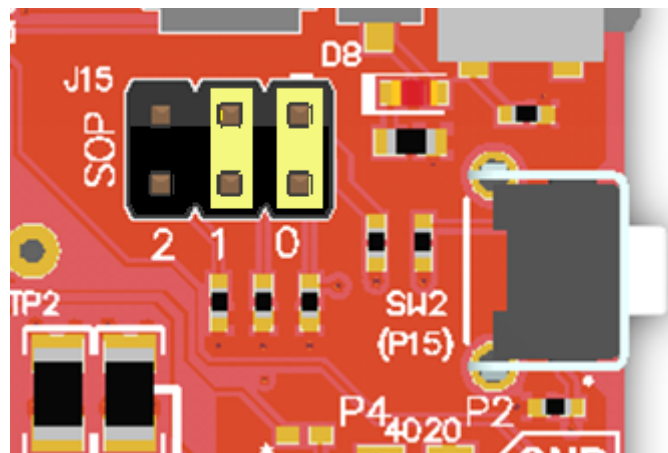

图 29. SOP 跳线配置
1. 将 SOP 设置为 011 (SOP2 = 0, SOP1 = 1, SOP0 = 1)，并执行上电复位 (POR)。只需按下 SW1 复位开关即可完成器件复位。关于 SOP 跳线的配置，请参考图 29。